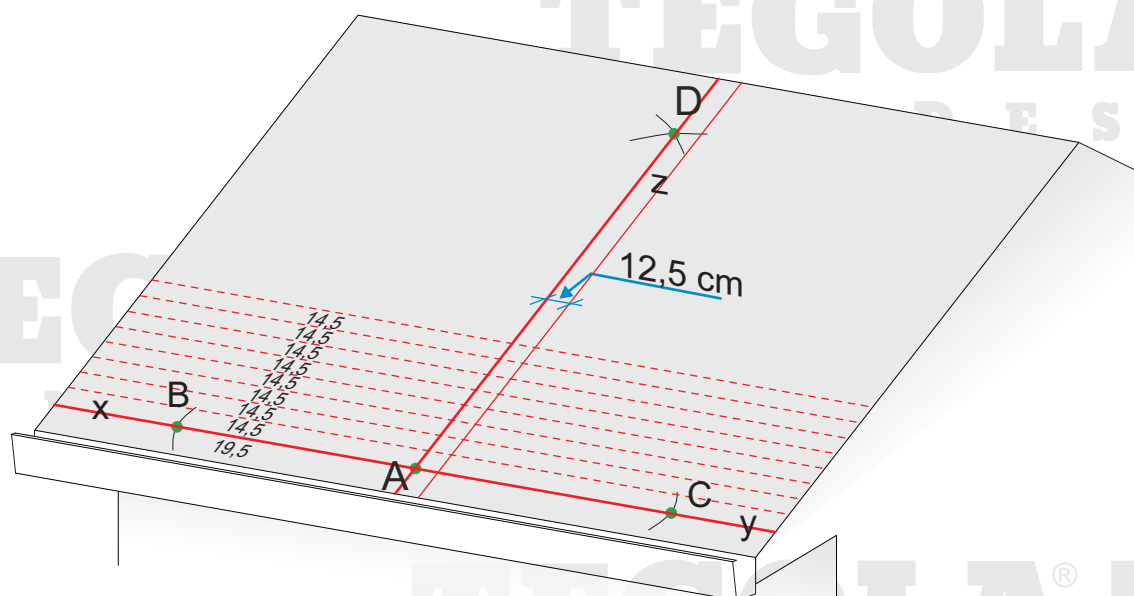

Fig. 1 - Tracciamento della copertura
- " Partendo dalla linea xy tracciare delle linee orizzontali e parallele alla stessa, ad una distanza di cm 14,5 fra di loro fino ad arrivare al colmo (fig.1).